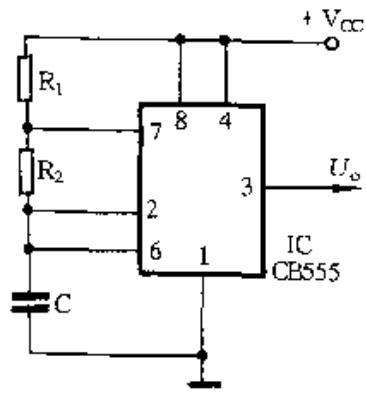

图 2-330
② 555 时基电路组成的多谐振荡器(无稳态电路)如图 2-330 所示。555 时基电路的置“1”输入端 \bar{S} (②脚) 和置“0”输入端 R (⑥脚) 并接在一起， R_1 、 R_2 和 C 组成充放电回路。刚接通电源时， C 上无电压，输出端(③脚) $U_o = 1$ ，放电端(⑦脚)截止，电源开始经 R_1 、 R_2 向 C 充电。当 C 上电压达到 $2/3 V_{CC}$ 时，电路翻转， U_o 变为 0，⑦脚导通到地， C 开始经 R_2 放电。当 C 上电压放电至 $1/3 V_{CC}$ 时，电路再次翻转， U_o 又变为 1，⑦脚截止， C